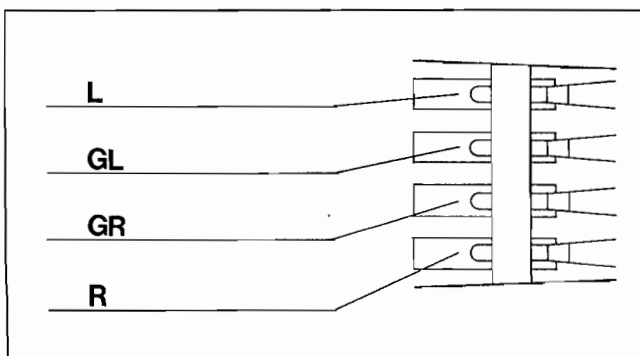

Fig. 13
3. Die Anschlüsse am Systemträger und Tonabnehmersystem sind gekennzeichnet (Fig. 13). Verbinden Sie die Anschlußlitzen des Systemträgers mit den entsprechenden und gleich gekennzeichneten Anschlußstiften des Tonabnehmersystems.
3. The connection inputs on the cartridge holder and on the cartridge are color coded (Fig. 13). Connect the leads of the cartridge holder to the correspondingly coded connection pins of the cartridge.
3. Les connexions sur le porte-cellule et la cellule sont repérées (fig. 13). Reliez les cordons du porte-cellule aux broches de la cellule portant le même repère.
3. De aansluitingen aan de houder zijn gekleurd (Fig. 13). De kleurencode komt overeen met de aanwijzingen op het element. Sluit ze achtereenvolgens aan.
3. Las conexiones en el portacápsulas y en la cápsula están marcadas (Fig. 13). Una los cables de conexión del portacápsulas con las espigas correspondientes y de igual marca en la cápsula.
3. Anslutningstrådarna i monteringsbryggan är färgmärkta (Fig. 13). Koppla dessa trådar till stiftet med motsvarande markering på pick-upen.